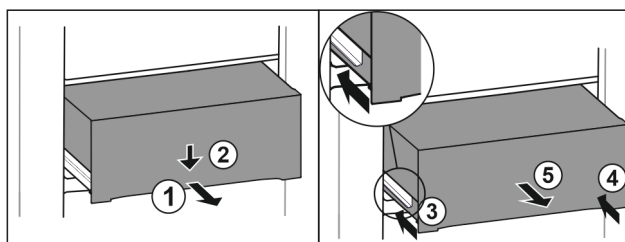

Fig. 179
- Estrarre il cassetto a metà. Fig. 179 (1)
- Premere il cassetto sul lato anteriore verso il basso. Fig. 179 (2)
- Spingere la guida sinistra di circa 2 cm verso l'interno. Fig. 179 (3)
- Spingere la guida destra di circa 2 cm verso l'interno. Fig. 179 (4)
- Rimuovere il cassetto tirandolo in avanti. Fig. 179 (5)